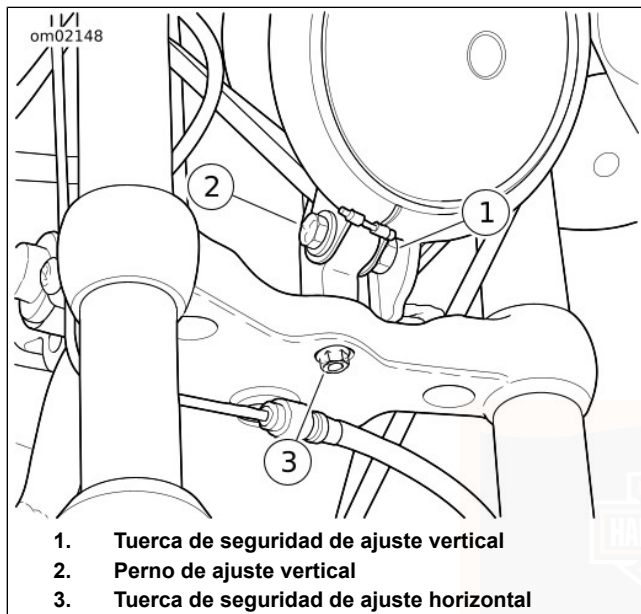

Figura 54. Ajuste del faro delantero
3. Vea la Figura 54. Afloje la tuerca de seguridad de ajuste horizontal (1).
1. Vea la Figura 54. Afloje la tuerca de seguridad (1) del perno de ajuste vertical (2).